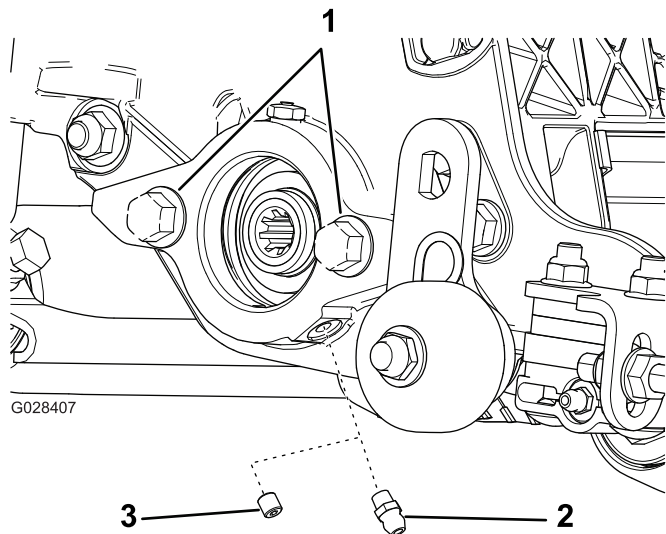

图5
1. 拆下并丢弃滚刀马达侧板上的固定螺丝（图5）。
2. 安装直通黄油嘴（图5）。
3. 如果滚刀马达侧板上没有螺栓，请安装（图5）。